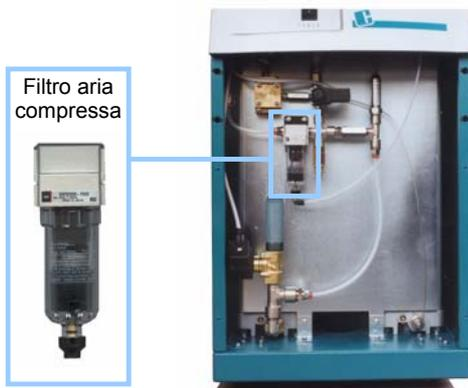

fig. 11 Posizione filtro aria compressa
- C. Identificare il filtro dell'aria di alimentazione (Fig. 11)